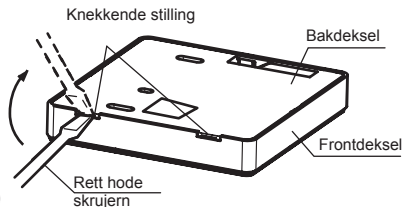

Fig. 3-2
- Sett en sporskruttrekker inn i sporene i den nedre delen av den kablede kontrollere (2 steder), og fjern den øvre delen av wire kontrollere. (Fig.3-2)